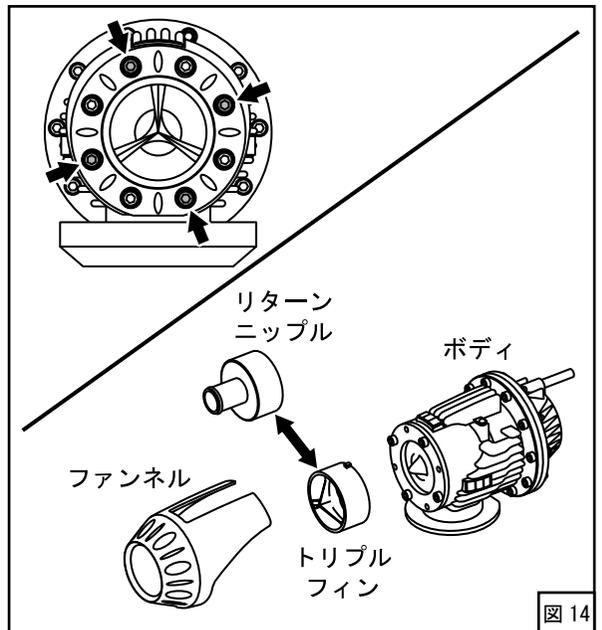

図 14
- (6) ブローオフアッセンブリのトリプルフィンをリターンニップルに交換してください。（図14）